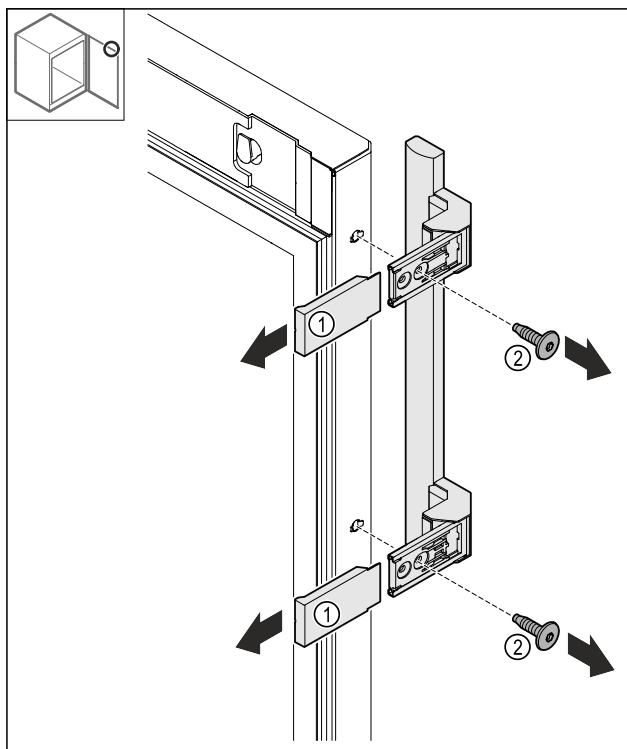

Fig. 24
- Dra av skydden Fig. 24 (1).
- Lossa skruvarna Fig. 24 (2).